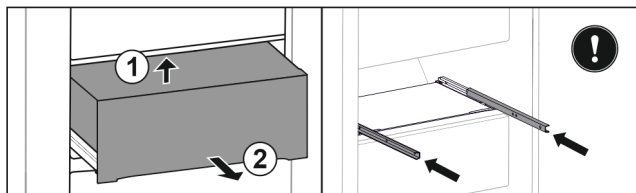

Fig. 148
- ▶ Lyft utdragslåda underifrån i bak. Fig. 148 (1)
- ▶ Ta ut utdragslåda genom att dra den framåt. Fig. 148 (2)